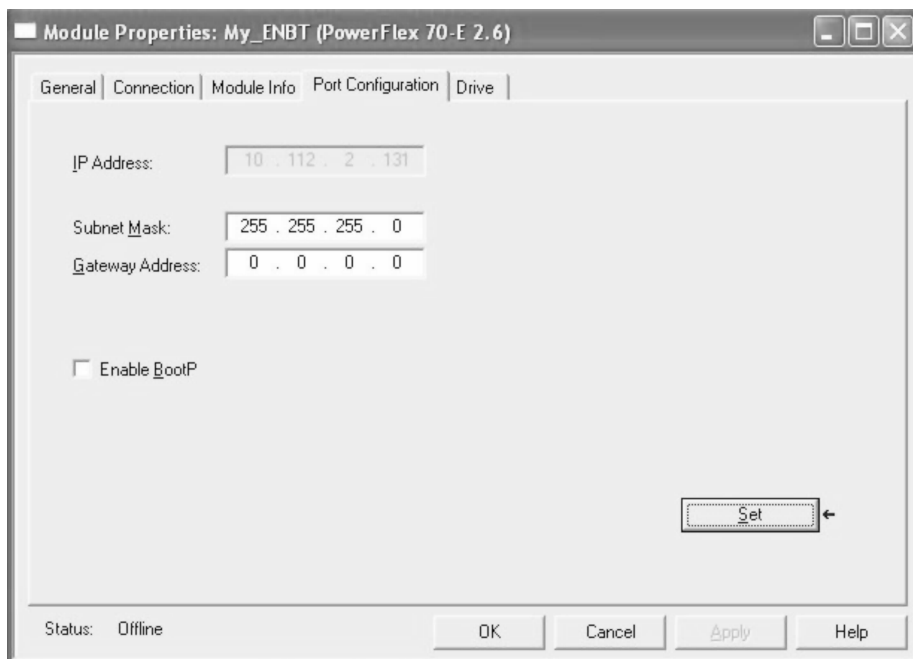

图 25-24 组态端口
22. 设置 20-COMM-E 的子网组态参数。单击“端口组态”（Port Configuration）并输入“子网掩码”（Subnet Mask）地址，如图 25-24 所示。